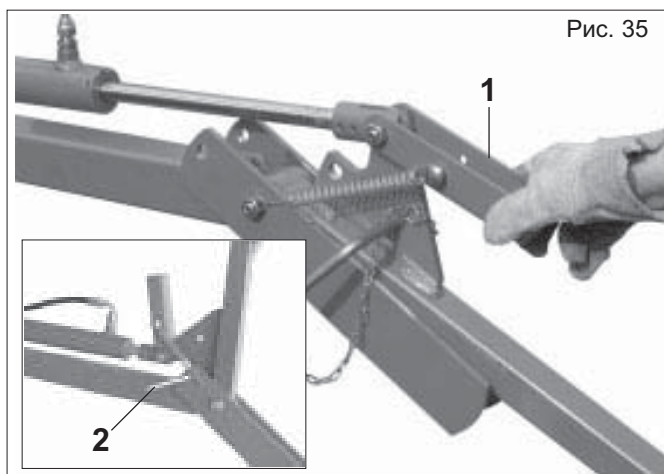

Рис. 35
- 3) Поднять стопорную скобу (1 Рис. 35).
- 4) Включить гидродинамическую установку чтобы полностью поднять борону закрытия семян в транспортное положение, заблокировать ее при помощи защелок (2 Рис. 35) и заблокировать их соответствующими шплинтами.